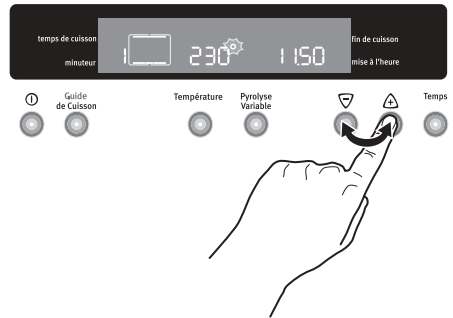

Fig. 5
- Utilisez les touches  ou  pour modifier la température prédéfinie tandis que le symbole “●” clignote (Fig. 5). La température maximum pouvant être programmée est de 250°C.